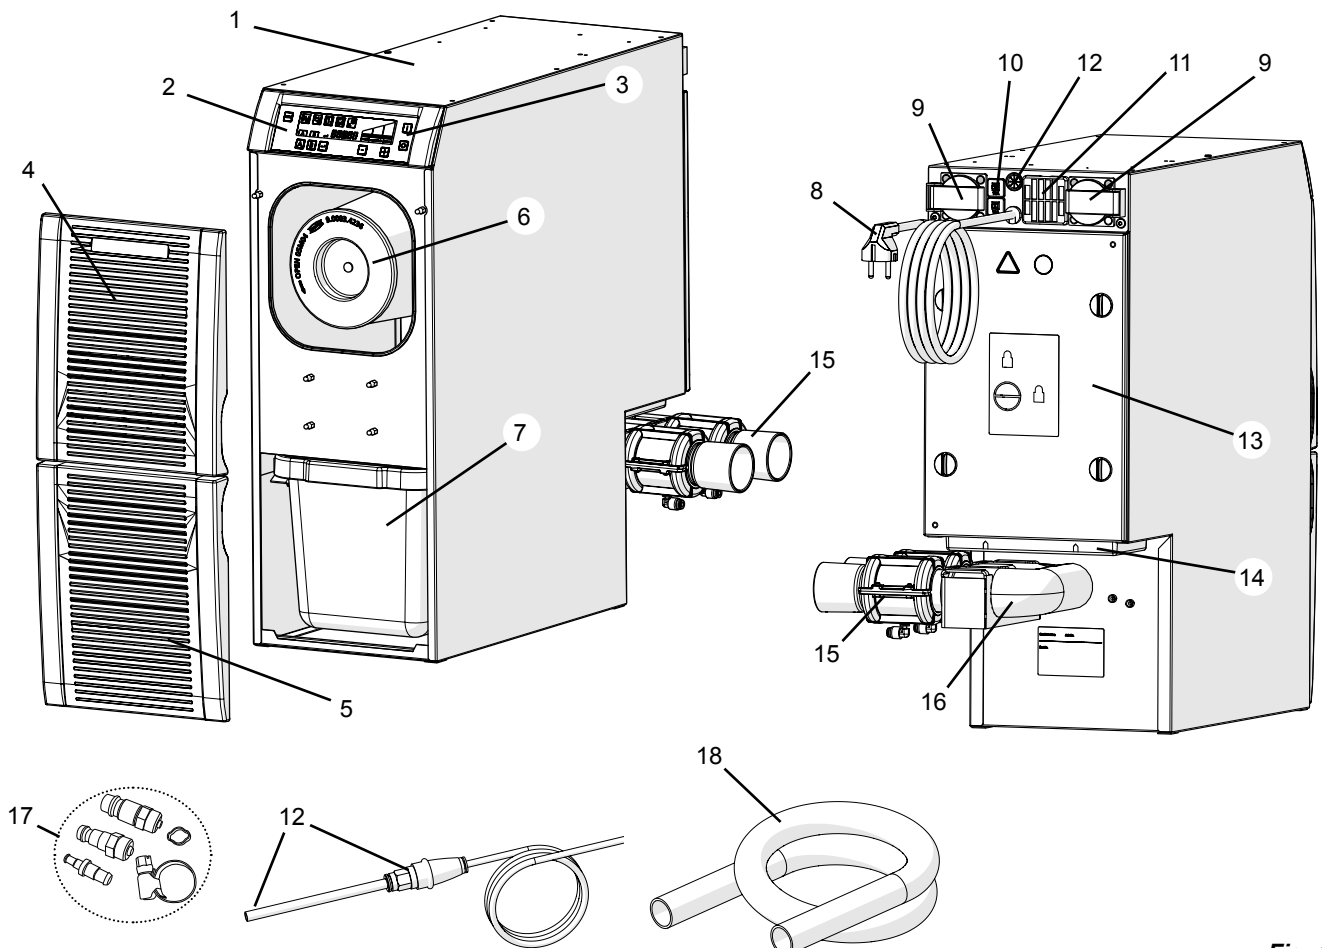

Fig. 1
- L'evacuazione dell'aria di scarico (14, Fig. 1) non sia ostacolata.
⇒ Spegner l'apparecchio tramite interruttore on / off (3, Fig. 1).
⇒ Scegliere l'innesto adatto dal set di raccordi allegato (17, Fig. 1) e montare sull'estremità del tubo.